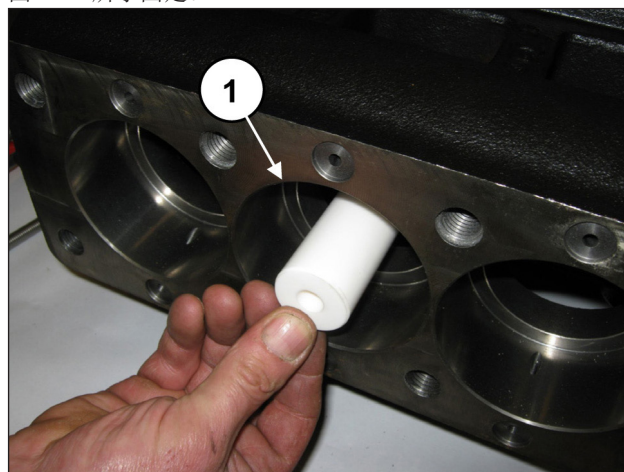
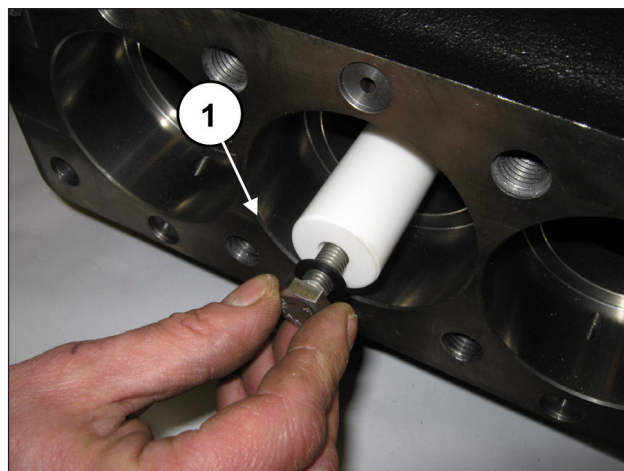

图 184
图 185
将柱塞安装在相应的导承上（①，图 184）并如 ①，图 185 所示固定。